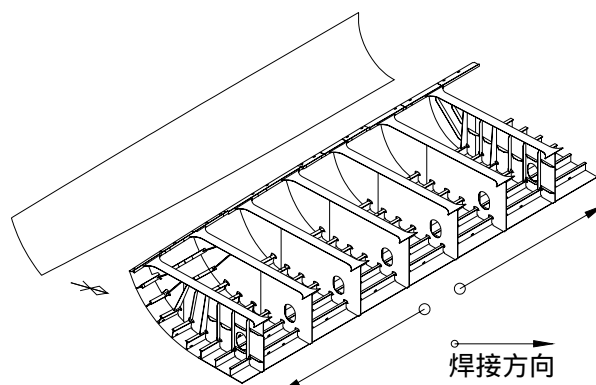

图 5
- b) 焊接顺序：如图 5，肘板与底板间角焊缝由二名焊工从中间向左右、前后方向对称焊接。